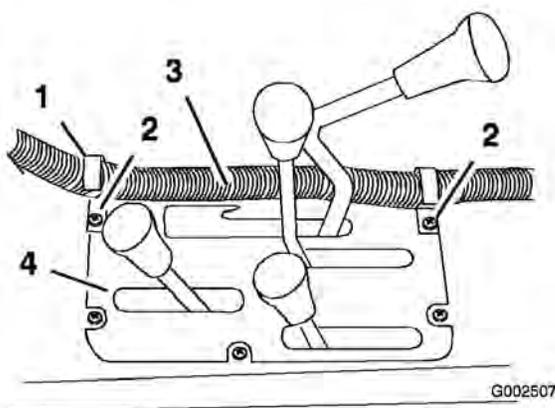

Figure 23
6. Placez deux attaches en J dans la console centrale aux points indiqués sur à la Figure 23 à l'aide des vis existantes.